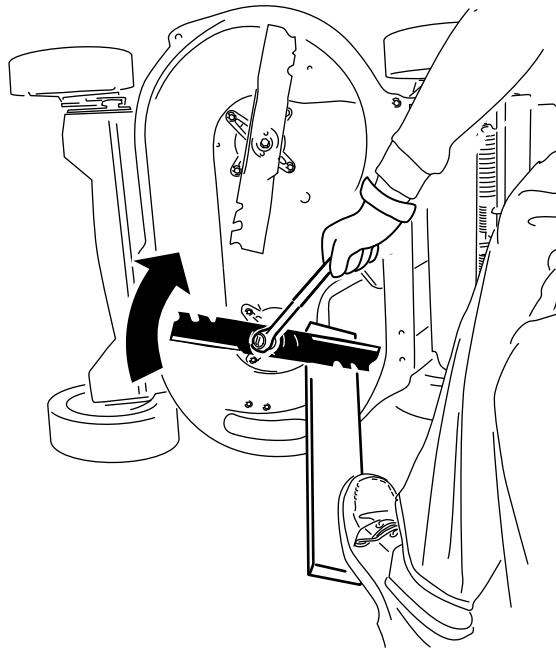

Figura 38
- Inmovilice cada cuchilla con una tabla de madera, y gire el perno de la cuchilla en sentido horario con una llave dinamométrica, según se muestra en Figura 38; apriete el perno de cada cuchilla a 82 N·m (60 pies-libra).